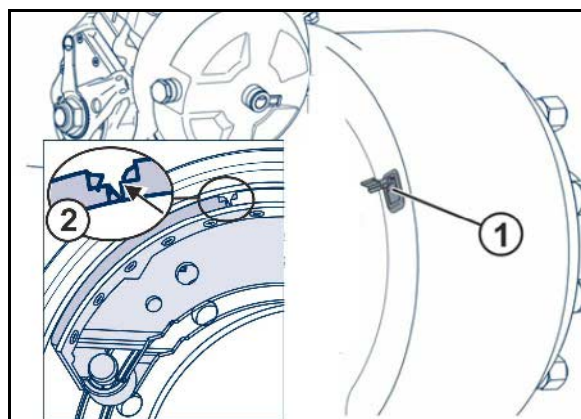

Fig. 155
1. Beide Abdeckbleche (Fig. 155/1) an der Innenseite der Bremstrommel abschrauben.
Eingedrungener Schmutz kann sich auf den Bremsbelägen (Fig. 155/2) absetzen und dadurch die Bremsleistung wesentlich verschlechtern.